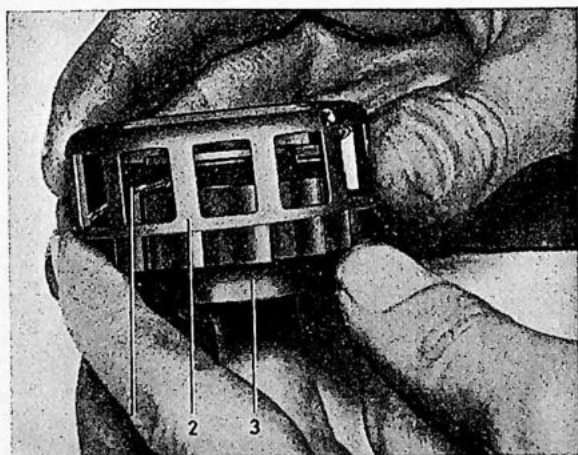
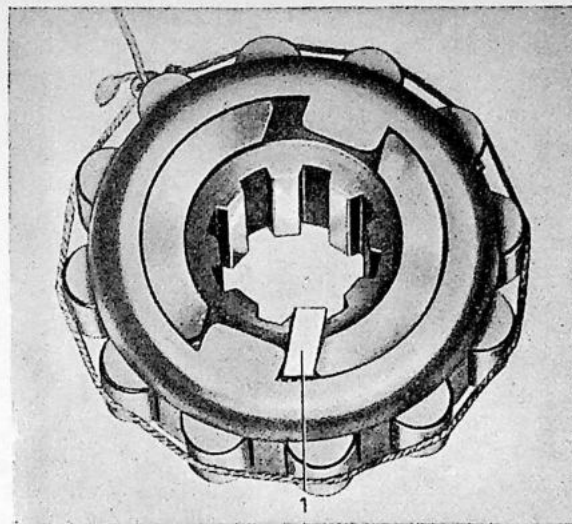

Fig. 4-64. Het in elkaar zetten van het freewheel, I
Fig. 4-65. Het in elkaar zetten van het freewheel, II
4. Zet de naaf van het freewheel (34), de veer en de rollenkooi in elkaar; zie Fig. 4-64. Draai de kooi rechtsom zover als hij wil gaan en zet hem in deze stand vast met een spie, zoals Fig. 4-65 laat